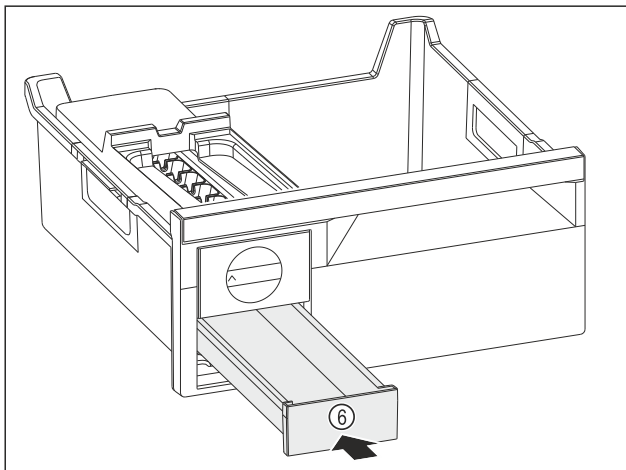

Fig. 136
- ▶ Zasuňte zásuvku na kocky ľadu Fig. 136 (6).